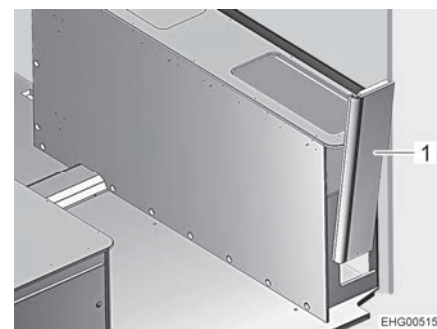

Fig. 124 Cassone letto a destra, pannello laterale
- Rimuovere il pannello laterale (Fig. 124,1) verso l'alto scuotendolo leggermente.